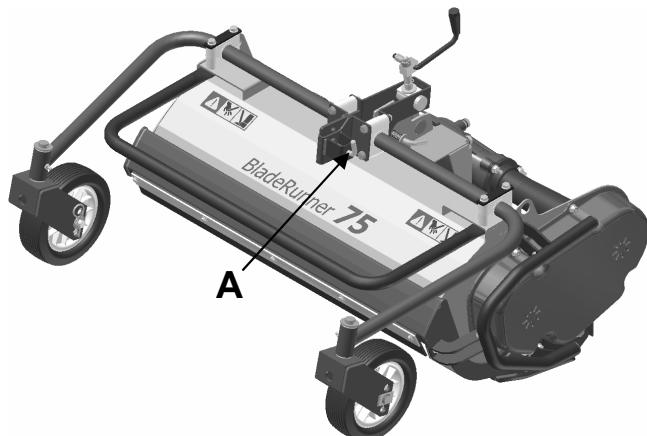

fig.7/1
7.1 Ruotine anteriori - L'attrezzo è stato progettato per lavorare con o senza l'impiego delle ruotine anteriori retrattili (fig.7/1, 7/2) che vanno bloccate nella posizione prescelta mediante i perni **A** oppure **B**. Quando si impiegano le ruotine, queste ultime possono essere posizionate ad altezze diverse utilizzando i fori **A** (fig.7/3) permettendo così di adeguare la posizione del trinciaerba al diametro dei pneumatici montati sulla macchina.